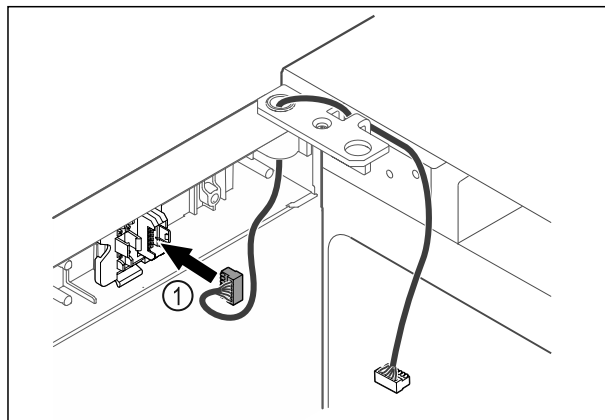

Fig. 49
- ▶ Dugja be a dugót Fig. 49 (1) a dugófoglatatba.